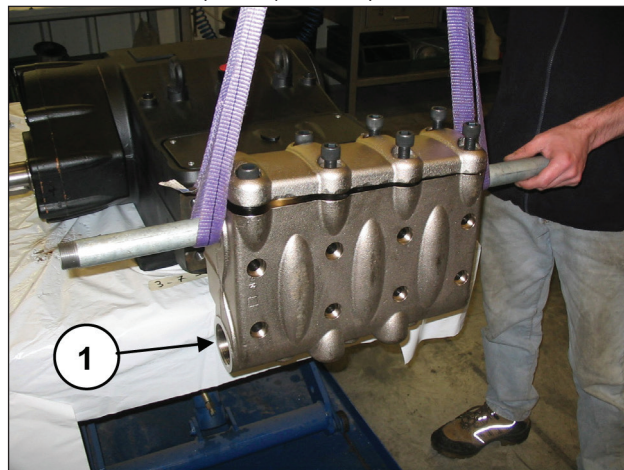
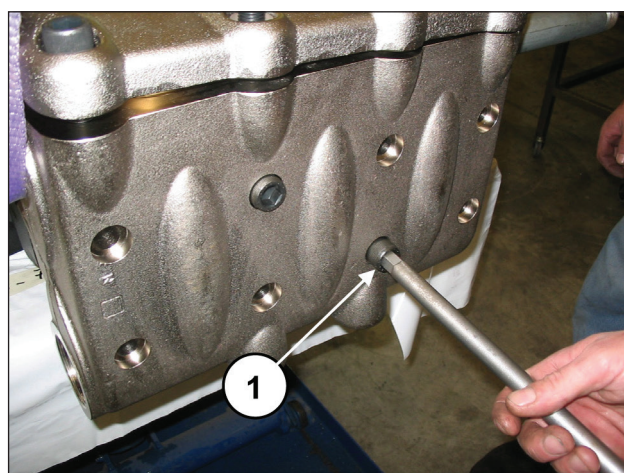

Рис. 117
Рис. 118
Установите головку на картер насоса (поз. ①, Рис. 117), следя за тем, чтобы не ударить поршни, и закрутите 8 винтов M16x180 (поз. ①, Рис. 118).
**Затягивайте 8 винтов M16x180, начиная с 4 внутренних винтов перекрестным способом (см. Рис. 117), затем перейдите к 4 внешним винтам, также затягивая их крест-накрест.**